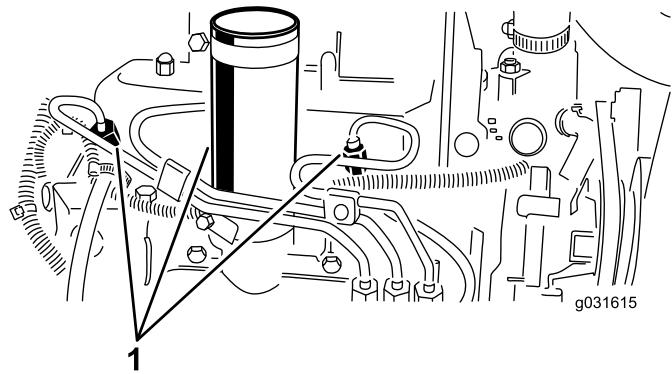

Рисунок 55
1. Ослабьте соединение трубы к соплу № 1 и держателю в сборе (Рисунок 55).